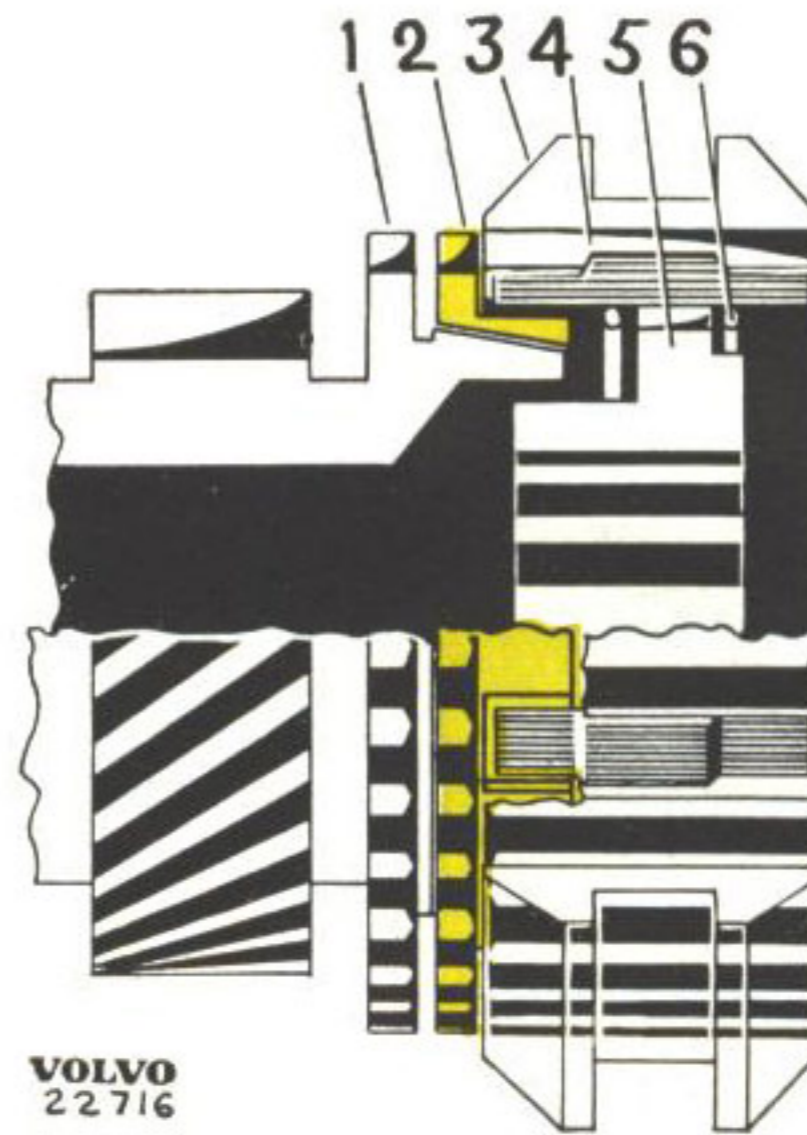
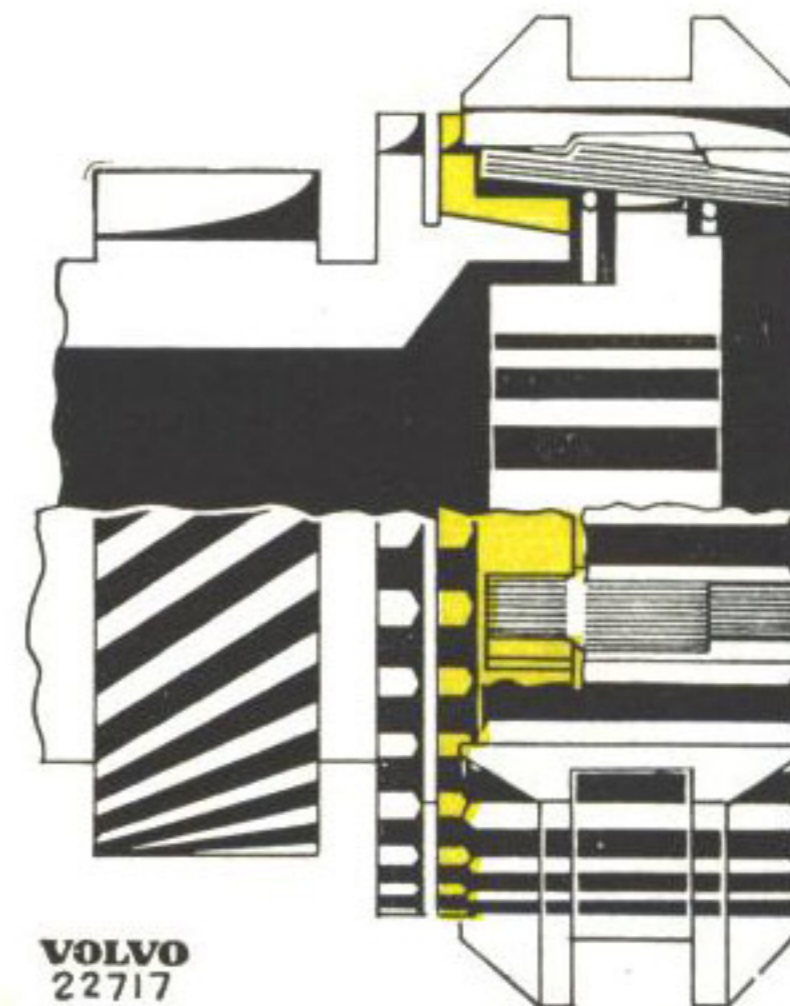
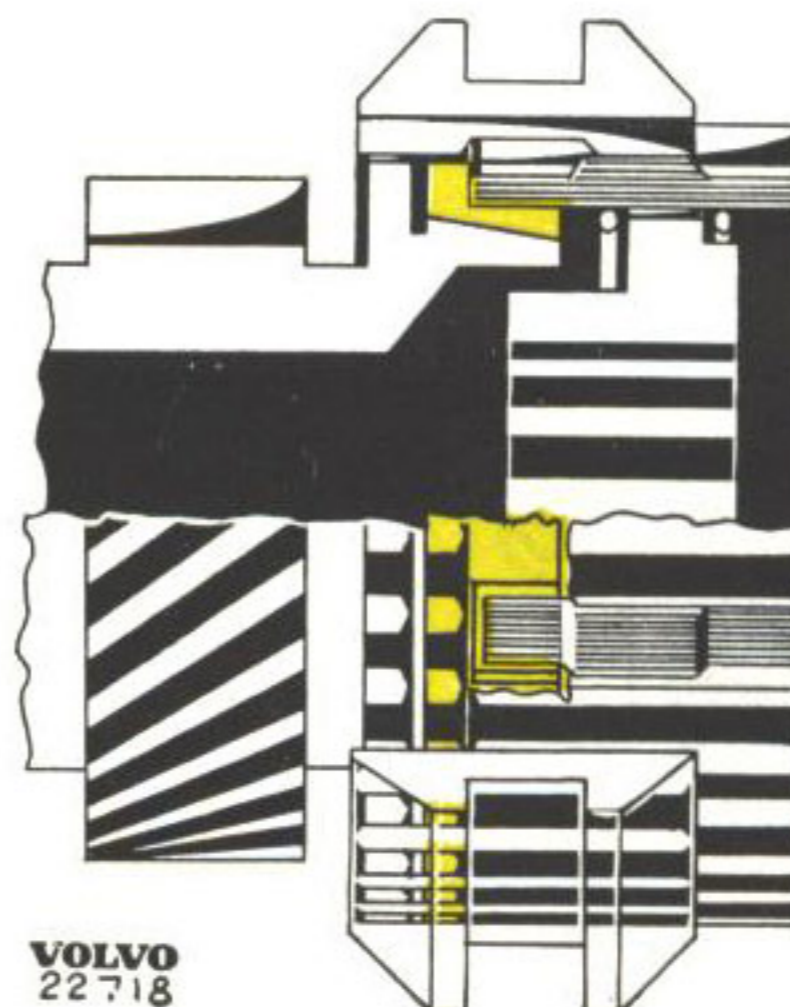

Bild 10. Neutralläge.
Bild 11. Synkronisering.
Bild 12. Växeln inkopplad.
Synkroniseringarnas konstruktion och verkningssätt visas på bilderna 10—12. När en växel skall kopplas in pressas kopplingshylsan (3 bild 10) av skiftgaffeln i riktning mot denna växels kugghjul. Medbringarna (4) pressar därvid synkroniseringskonan (2) mot konan på kugghjulet (1). Har då synkroniseringen och kugghjulet olika rotationshastighet kommer synkroniseringskonan att vrida sig i förhållande till kopplingshylsan. Synkroniseringskonan hindras dock av medbringarna att vrida sig mer än en halv kuggbredd, se bild 11. Härvid kommer synkroniseringskonans kuggar att med halva kuggbredden ligga an mot kopplingshylsans kuggar och på så sätt hindra denna att gå i ingrepp. Genom friktionen mellan synkroniseringskonan och konan på kugghjulet, kommer kugghjulet att få samma rotationshastighet som synkroniseringen. När de har fått samma hastighet, förmår kopplingshylsan vrida tillbaka synkroniseringskonan och växeln kan kopplas in, bild 12.